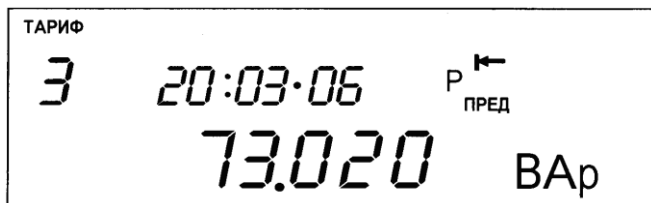
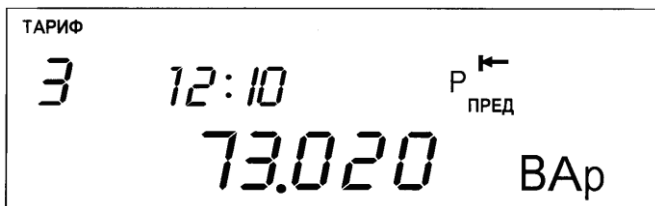

Рисунок 5.4
Рисунок 5.5
На рисунках показано максимальное значение (73.020 Вар) реактивной (P) отпущенной (⬅) мощности четвертого канала вычислителя зафиксированное по третьему тарифу (тариф 3) 20 марта 2006 года (20:03:06) (рисунок 5.4) с началом времени усреднения 12 часов 10 минут (12:10) (рисунок 5.5). Дата и время отображаются попеременно с интервалом 1 с. Если значение дня даты равно нулю значит, максимум в данном месяце по данному тарифу зафиксирован не был.